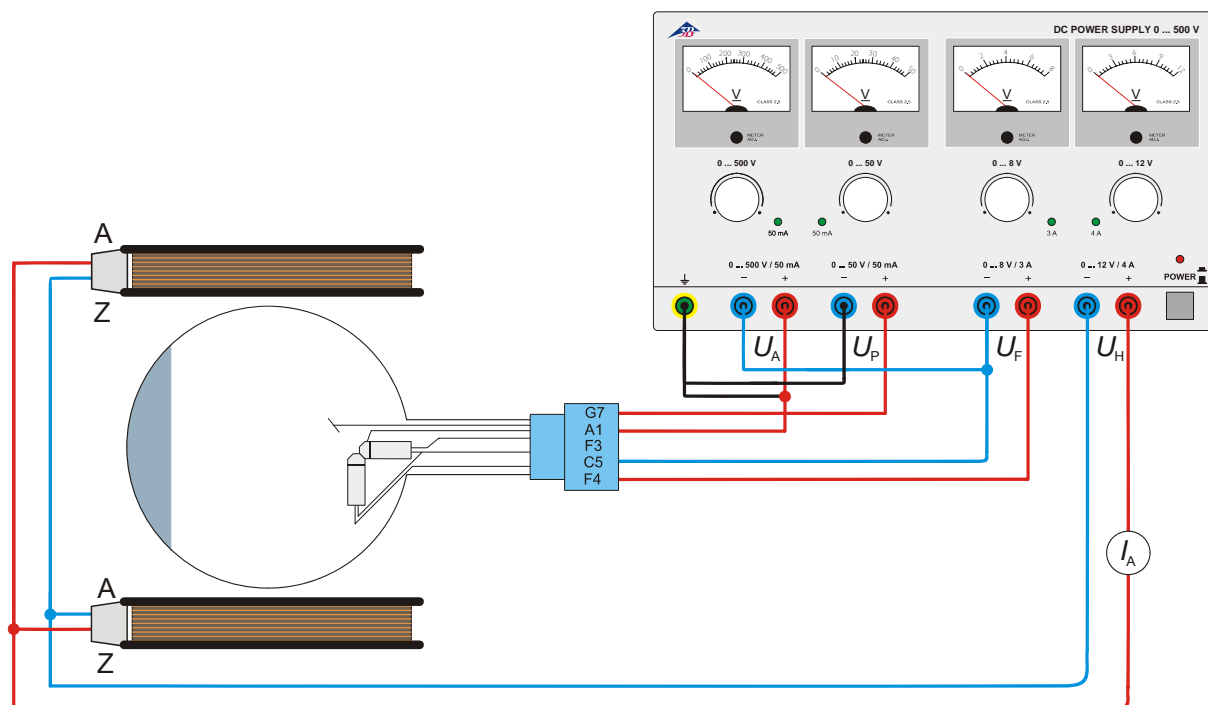

Fig. 4 Determinazione di e/m per mezzo del cannone elettronico verticale
- Cablare il tubo come indicato nella fig. 4.